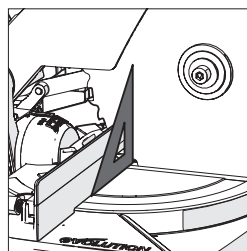

Abb. 8
- Legen Sie das Zeichendreieck so auf den Tisch, dass eine kurze Seite am Tisch und die andere kurze Seite am Sägeblatt anliegt (ohne dabei die TCT-Spitzen der Sägeblattzähne zu berühren) (**Abb. 8**).